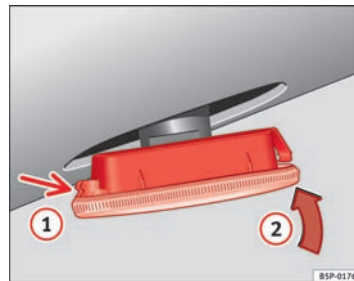

Fig. 164 Blinklygte i siden
- Sæt først blinklygten ind i karrosseriåbningen ved at få holdelementerne ① ⇒ Fig. 164 til at gå i hak, og sæt den derefter ind i pilens retning ② ⇒ Fig. 164.